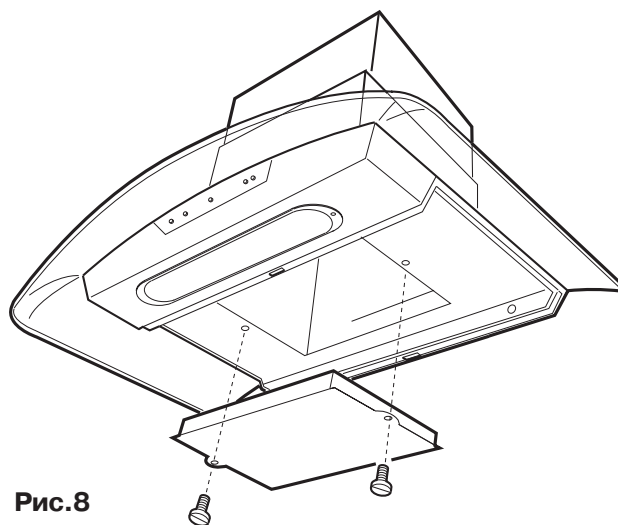

Рис.8
- Закрепите угольный фильтр двумя винтами (Рис. 8).